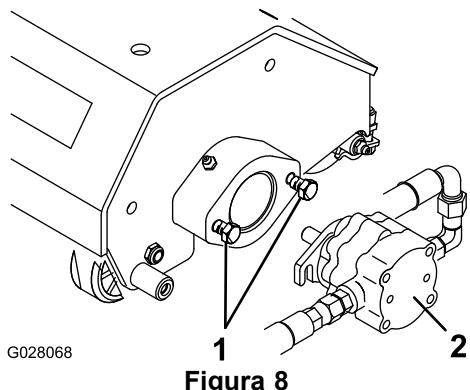

Figura 8
- A. Desaperte os parafusos de montagem e anilhas do motor de cilindro para cada triplo-rolo. Deixe aproximadamente 1 cm exposto das roscas em cada parafuso de montagem (Figura 8).